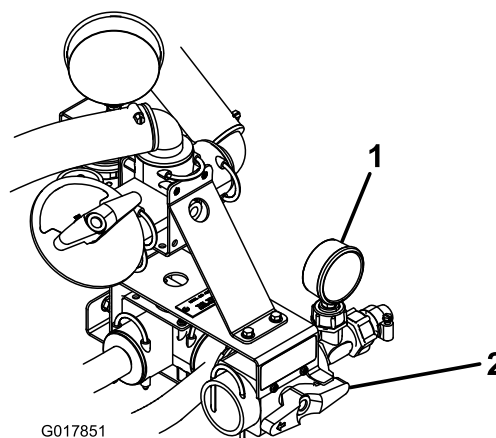

Figura 19
3. Ruotate la manopola rossa sulla parte frontale della valvola di regolazione sulla posizione Sprayer Manuale (Figura 19).
Nota: Utilizzate l'indicatore della pressione a destra della valvola di regolazione mentre ruotate la manopola rossa per raggiungere la quantità desiderata di pressione per lo sprayer manuale (Figura 19).
2. Ruotate la manopola rossa sulla parte frontale della valvola di regolazione sulla posizione Sprayer della barra (Figura 19).